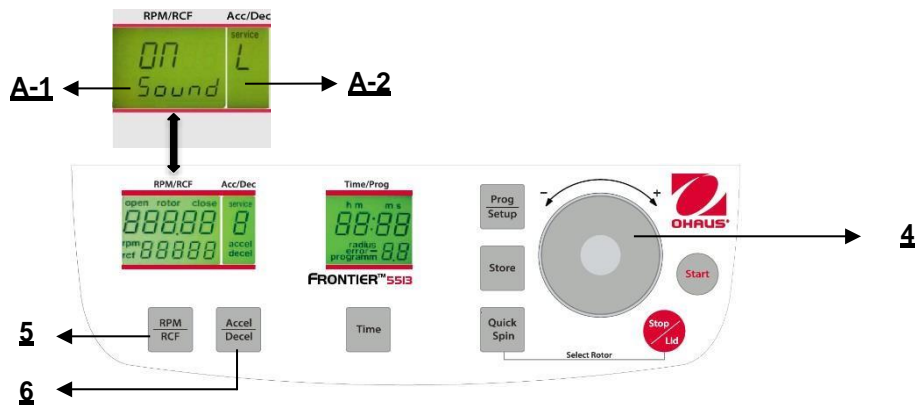

Figura. 30
Procedere come descritto al punto 4.1.2 per inserire questa modalità programma e poi premere il tasto **"Accel/Decel"** (6). Sul display **"Acc/Dec" (A-2)** lampeggia la parola **"Service"**. Selezionare adesso la lettera **"L"** con la quadrante di regolazione (4). Di conseguenza, compaiono le parole **"On Sound"** sul display **"RPM/RCF" (A-1)**. Se adesso si preme il tasto **"RPM/RCF" (A-1)**, lampeggia la parola **"On"** e si può disattivare la suoneria, con la quadrante di regolazione(4) (Vedere figura 30).